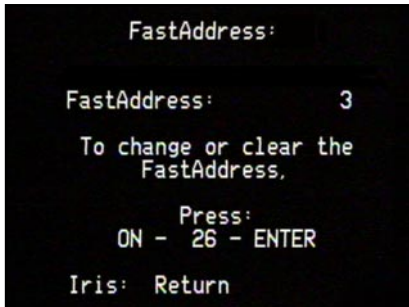

Abbildung 2: Fast Address
2. "ON-999-ENTER" drücken. Ihr Bildschirm zeigt die Anzeige aus ABBILDUNG 2.
Alle Kameras ohne eine *FastAddress*-Adresse werden auf dem Bildschirm aus ABBILDUNG 2 angezeigt, wenn der Befehl "ON-999-ENTER" verwendet wird. Prüfen Sie, dass die Kamera angezeigt wird, die Sie programmieren möchten.